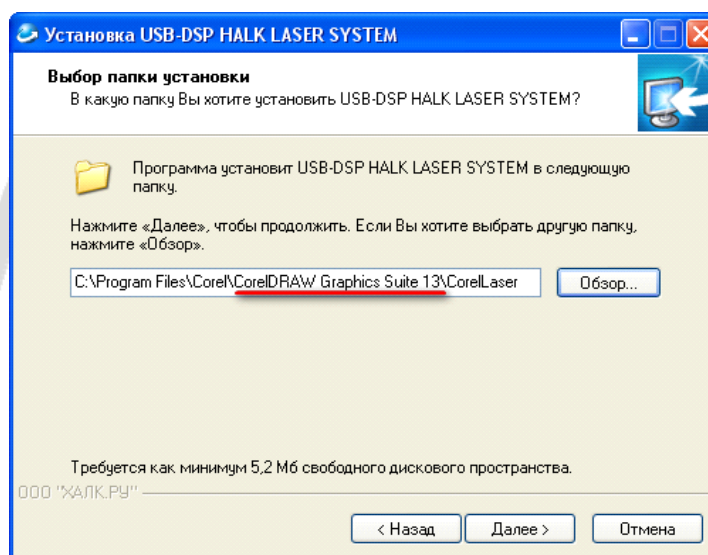

Рис. 2
**Обратите внимание!** Программу необходимо установить в каталог CorelDraw. Нажав кнопку "Обзор" следует выбрать правильный каталог установки. См. Рис. 2.